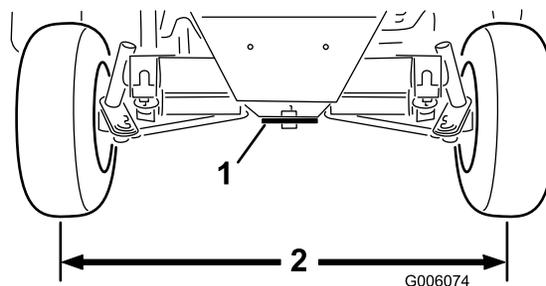

Рисунок 64
2. Отрегулируйте обе тяги таким образом, чтобы межцентровое расстояние впереди и сзади у задних колес было одинаковым (Рисунок 64).